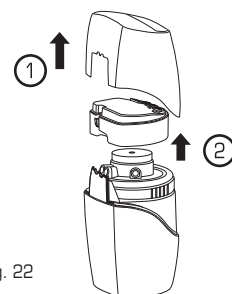

Fig. 22
4. **Quite** la cubierta superior del purificador de agua ①. Desmonte el módulo electrónico ② (Fig. 22).